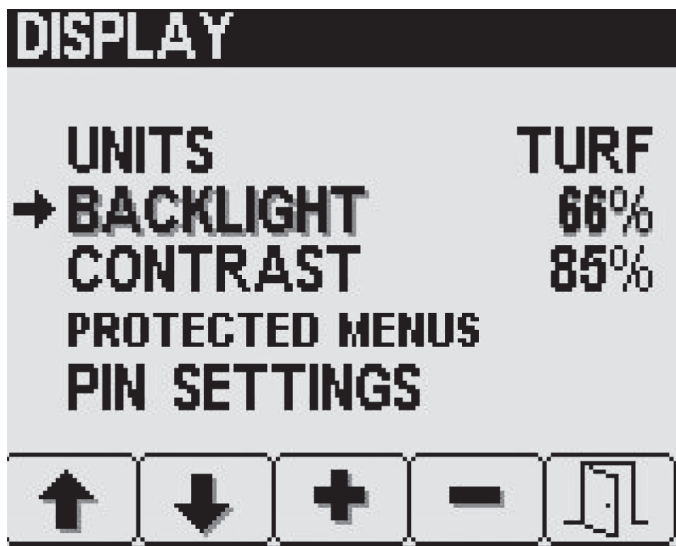

Figure 26
2. Sur l'écran du menu Affichage, appuyez sur la touche 2 jusqu'à atteindre l'option Rétroéclairage ou l'option Contraste (Figure 26).
3. Appuyez sur la touche 3 (augmenter) ou la touche 4 (diminuer) pour régler le rétroéclairage ou le contraste de l'écran à LED (Figure 26).